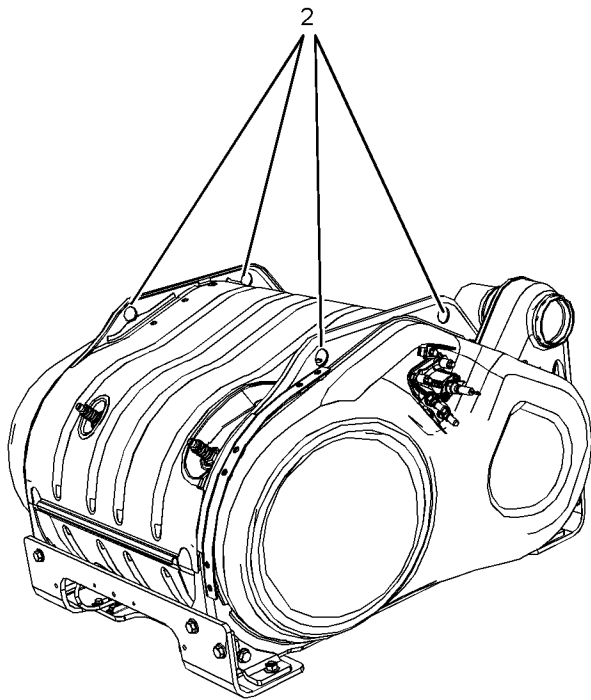

Abbildung 31
(2) Hubösen für das CEM
Siehe Abbildung 31 für die Position der Hubösen zum Heben des CEM. Die Hubösen (2) sind nur zum Heben des CEM vorgesehen. Die Hubösen (2) dürfen nicht zum Heben anderer Teile der Anwendung verwendet werden.